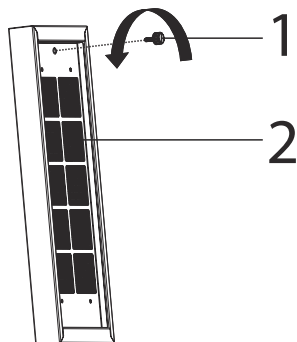

Abb. 27
- 2.** Aktivkohlefilter Verbindungsschraube (Abb. 27/1) in Pfeilrichtung abschrauben.